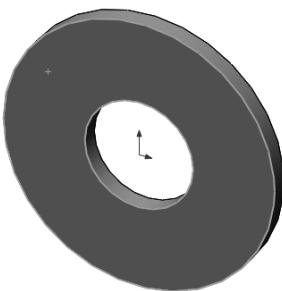

图 5-137 选择草图基准面
- [1] 选择套筒的上表面作为草图基准面，单击【草图绘制】按钮 \square ，如图 5-137 所示。